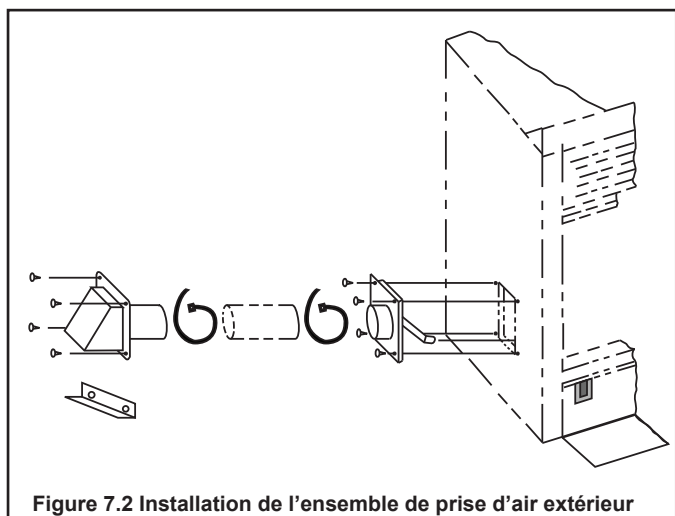

Figure 7.2 Installation de l'ensemble de prise d'air extérieur
- Fixez l'ensemble du registre à l'appareil à l'aide des vis fournies (voir la figure 7.2).